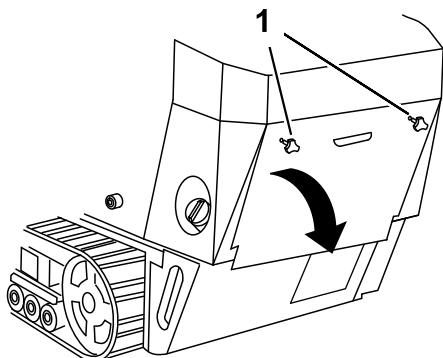

Рисунок 26
1. Выверните 2 маховичка, которые крепят заднюю крышку доступа к машине (Рисунок 26).
2. Для того чтобы получить доступ к внутренним компонентам, наклоните заднюю крышку доступа и снимите ее (Рисунок 26).